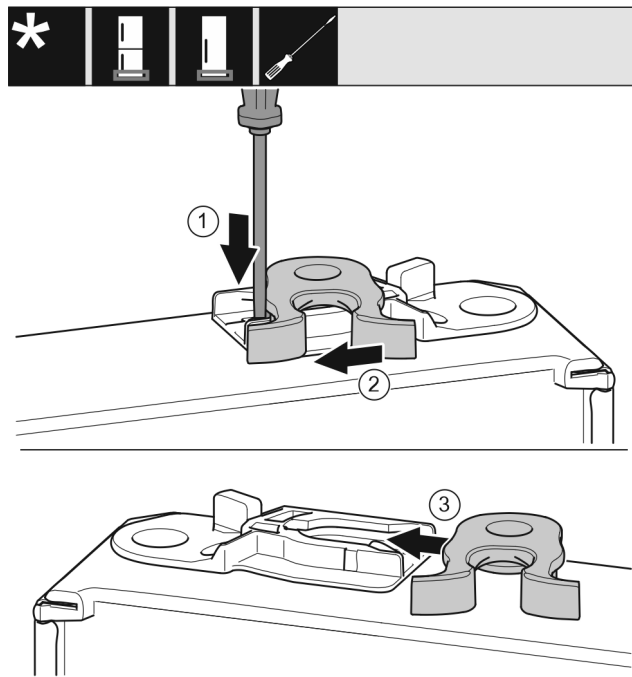

Fig. 24 \*
- Odvijačem s ravnom glavom pritisnite spojnicu Fig. 24 (1) prema dolje.\*
- Izvucite kuku za zatvaranje Fig. 24 (2) iz vodilice.\*
- Gurnite kuku za zatvaranje Fig. 24 (3) na drugoj strani u vodilicu.\*